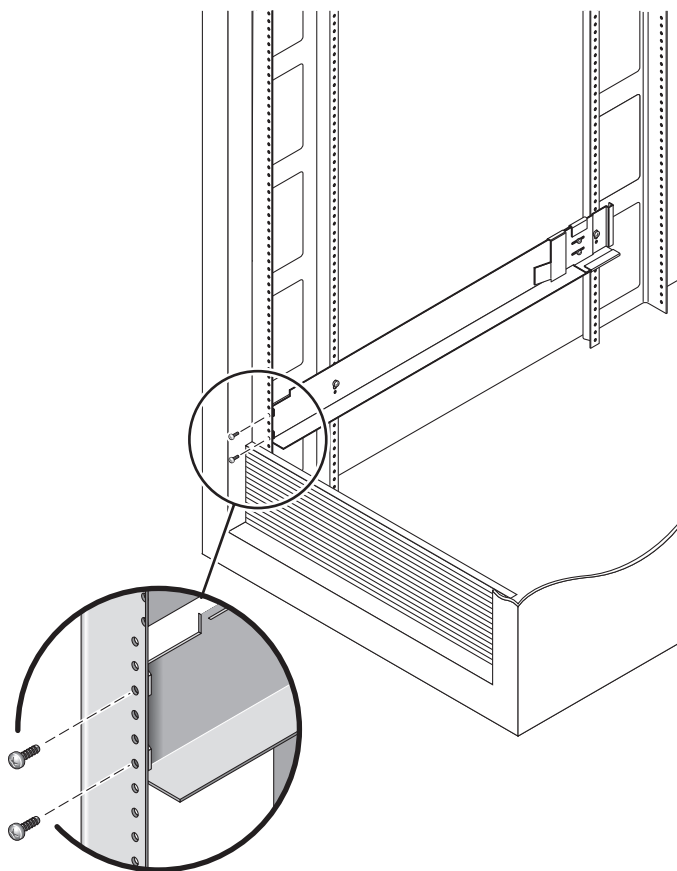

FIGURA 2-5 Fijación de la guía izquierda al montante delantero del armario
9. Utilice el destornillador Phillips del 2 para introducir dos tornillos de 8-32 en el extremo delantero de la guía a fin de fijar ésta a la parte frontal del armario (FIGURA 2-5). Repita la operación con la guía derecha.